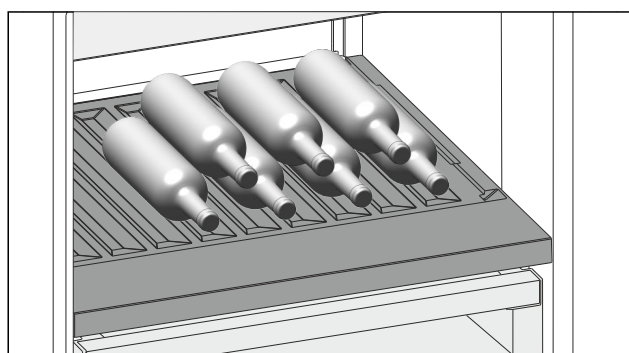

Fig. 153 Représentation à titre d'exemple
- Placer les bouteilles avec le fond orienté vers la paroi arrière de l'appareil. (voir Fig. 153)